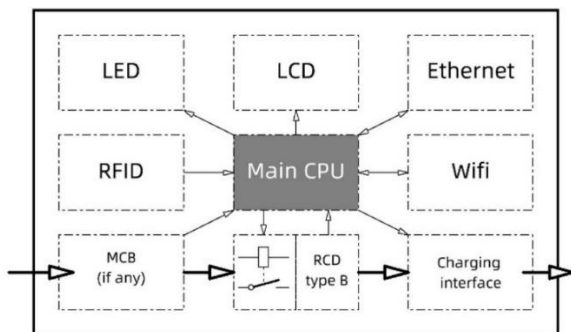

Рис. 4-2. Блок-схема М3В/М3W
Пользователи должны дополнительно приобрести двухсторонний зарядный кабель с двумя пистолетами (показан на рис. 4-2) в соответствии с автомобильным разъемом. Один разъем зарядного кабеля должен быть вилкой Type 2, а другой - разъемом Type 2 с автомобильным штекером.
- Зарядная станция оснащена 4,3-дюймовым ЖК-экраном с соответствующими функциями управления, измерения и соединения, относится к специальному устройству питания переменного тока для электромобилей. Блок-схема представлена на рис. 4-2..